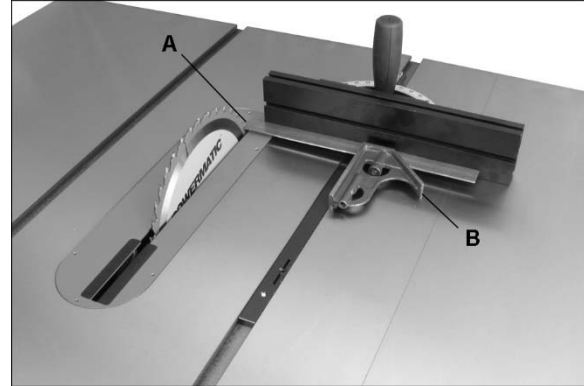

Figura 8-10
3. Marque un diente (A, Figura 8-10) con un lápiz de cera y coloque el diente ligeramente por